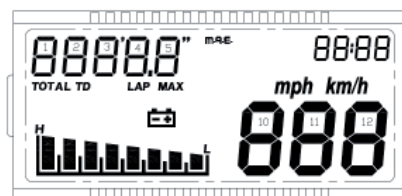

Abbildung 18
- 2. Seite (jedes Mal, wenn das Instrument eingeschaltet wird): Test aller Segmente am LCD für ungefähr 3 Sekunden (Abbildung 18).